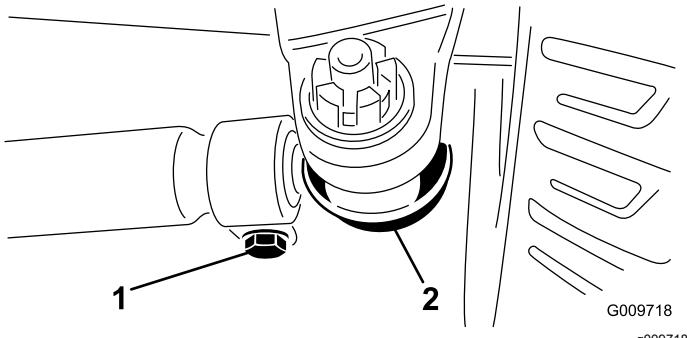

Рисунок 76
3. Для регулировки снимите шплинт и гайку с шаровой опоры тяги (Рисунок 76). Извлеките шаровую опору поперечной тяги из кронштейна на корпусе моста.
4. Ослабьте зажимы на обоих концах поперечных тяг (Рисунок 76).